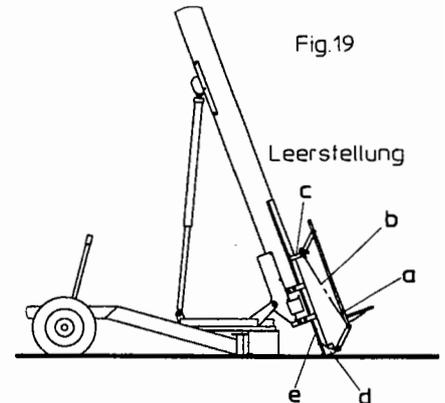

Fig.19
- * Traverse aus der unteren Verlängerung (Fig. 19 d) ausschwenken und die untere Verlängerung hochschieben. Traverse vor der Führung (Fig. 21a) in das zweite und dritte Langloch (von unten) in die untere Verlängerung einschwenken und sichern.